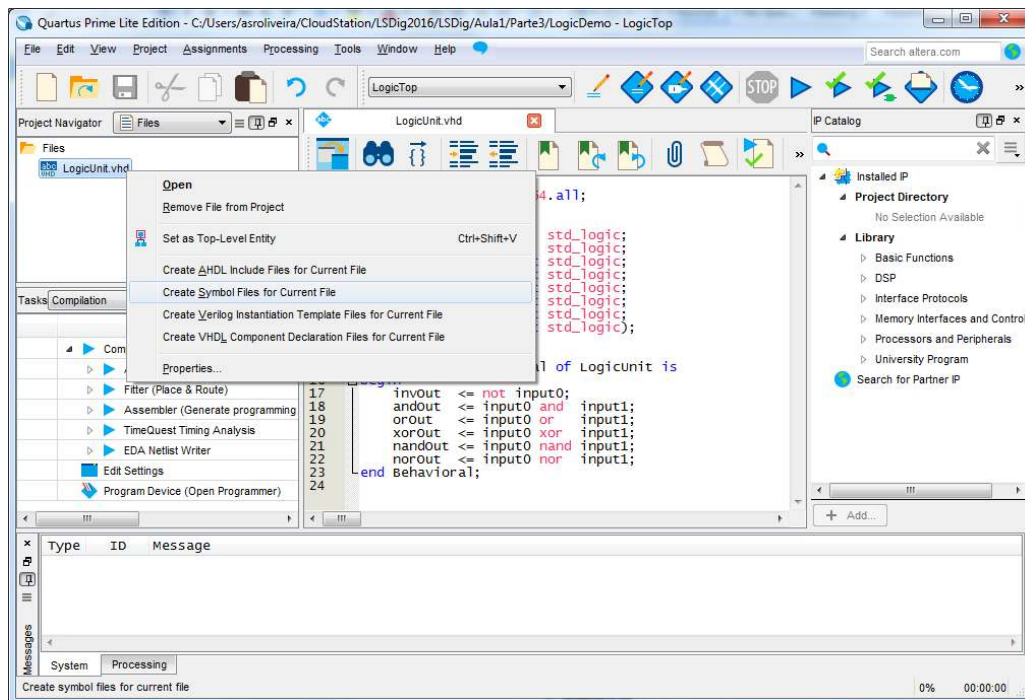

Figura 54 – Criação de um símbolo para um módulo de forma a poder ser utilizado num diagrama esquemático.
5. Para poder instanciar num diagrama esquemático o módulo “LogicUnit.vhd” escrito em VHDL é necessário criar um símbolo tal como ilustrado na Figura 54.